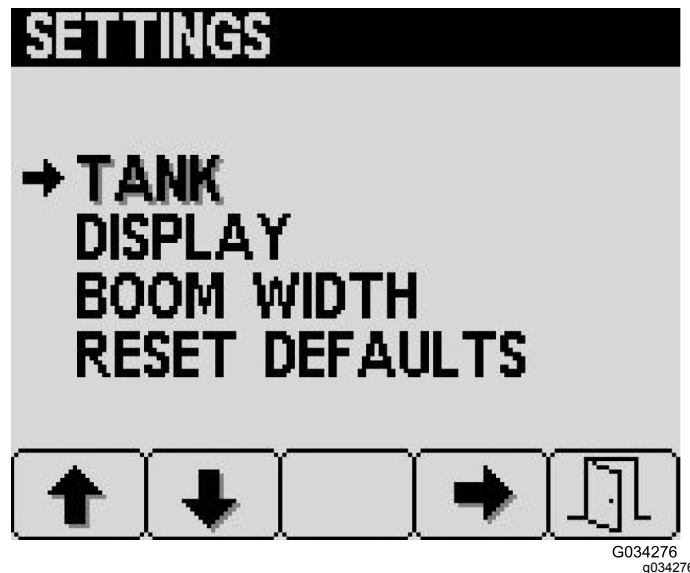

Figure 25
1. Dans l'écran Réglages, appuyez sur le bouton 2 pour naviguer jusqu'à l'option Cuve, puis appuyez sur le bouton 4 pour la sélectionner (Figure 25).